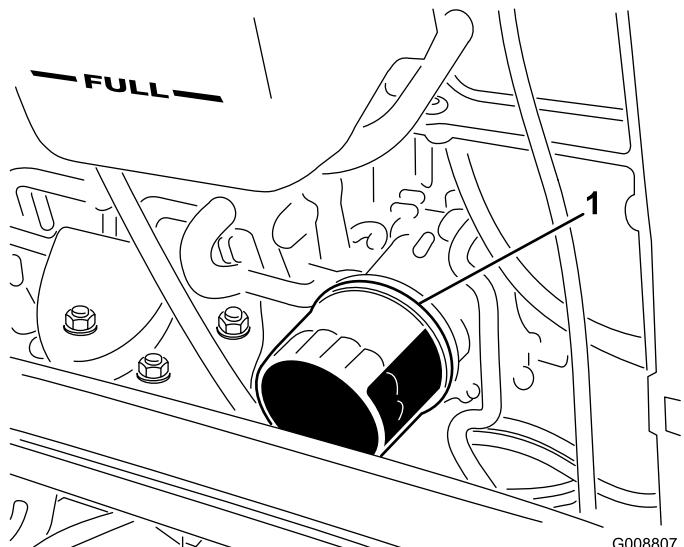

Figura 51
2. Togliete il filtro dell'olio (Figura 51). Applicate un velo di olio pulito sulla tenuta del nuovo filtro prima di avvitarla. **Non serrate troppo.**